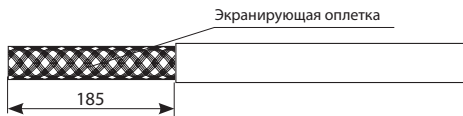

Рис. 2
5.1.2. Разрезать ножом и снять оболочку с одного конца нагревательного кабеля (см. рис. 2).